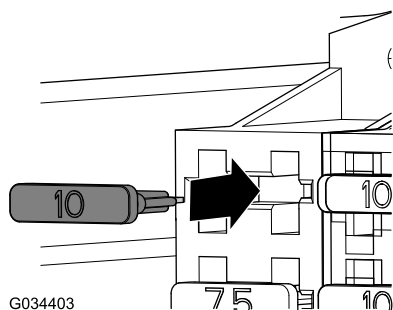

图 22
3. 将保险丝 10 A 装入 LED 灯具保险丝盒插槽 图 22。